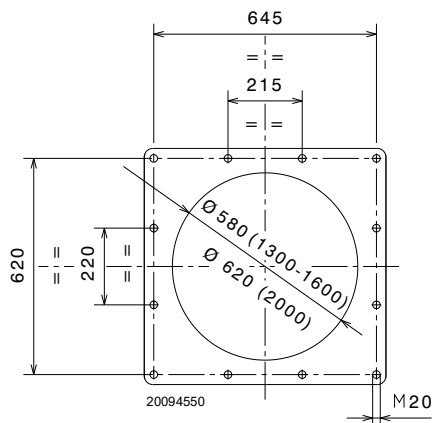

Abb. 14
Die Verschlussplatte der Brennkammer, wie in Abb. 14 durchbohren. Die Position der Gewindebohrungen kann mit dem zur Grundausrüstung gehörenden Wärmeschild ermittelt werden.
- Den gesamten Brenner in das vorher vorbereitete Bohrloch des Heizkessels einpassen, wie in Abb. 14 dargestellt, und mit den beige packten Schrauben befestigen.